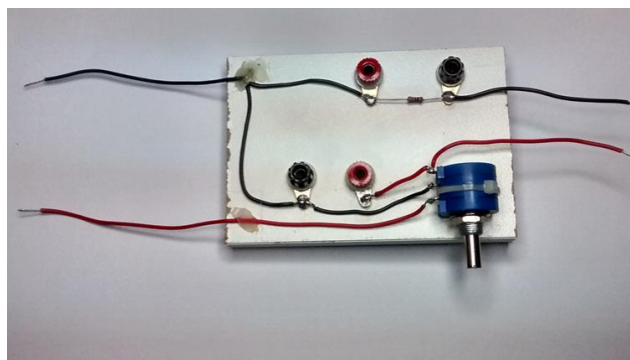

Fig. 16a: módulo B sem os periféricos (Molex e Chicote)
Finalizando, repita o procedimento da montagem do molex que está indicado no item 2 do *módulo A*. Solde o chicote nos fios de saída da fonte e encaixe o Knob no eixo do potenciômetro (fig. 16a e 16b)